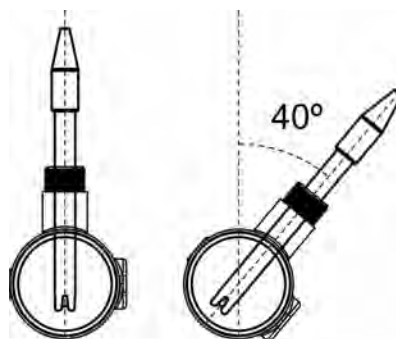

Fig. 13
4. Instalați senzorul de pH vertical, cu o înclinație maximă de 40° (Fig. 13).